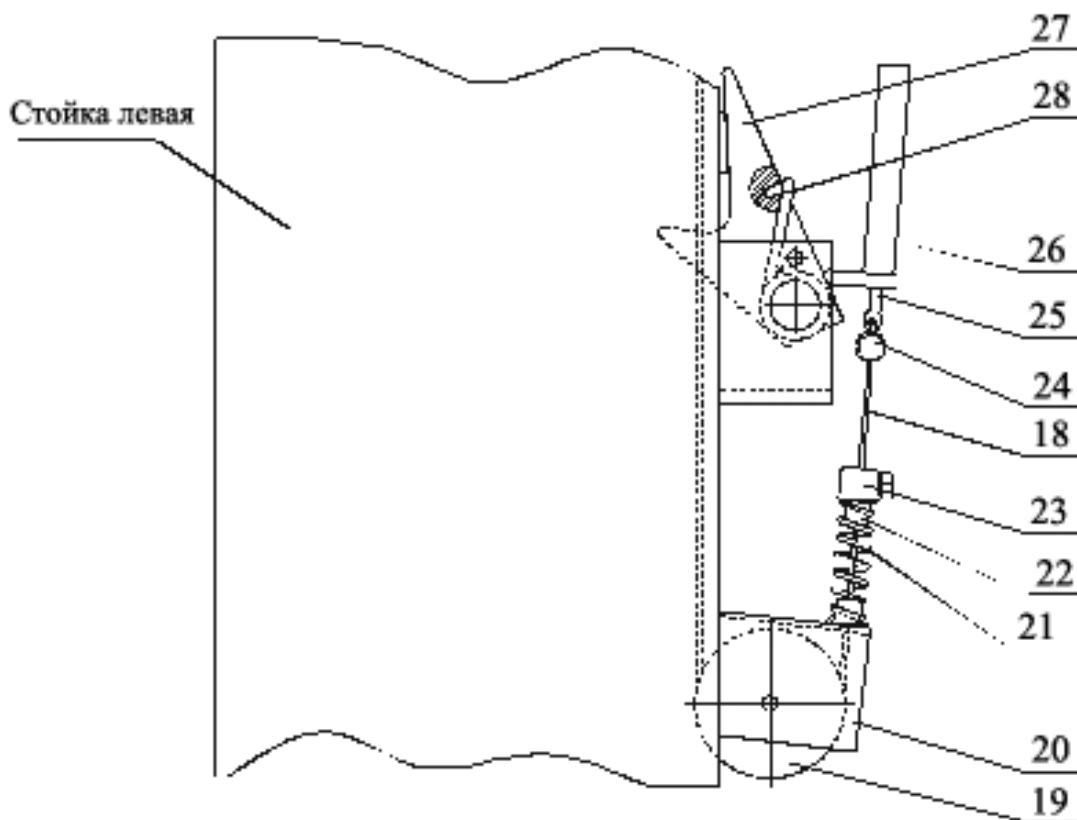

Рисунок 9. Система стопорения кареток
6.7 Установить тросик системы стопорения (рисунок 9). Для этого снять крышку, закрывающую стопор-защелку на левой стойке, отвернув два болта. Тросик 18 системы стопорения, закрепленный на правой стойке (с насосной станцией), протянуть через блоки и направляющие трубки в верхней поперечной балке на стойку левую и вывести через блок 19 и отверстие в кронштейне 20 наружу. На свободный конец тросика надеть пружину 21 со втулками 22, выбрать слабину тросика и затянуть зажим 23.